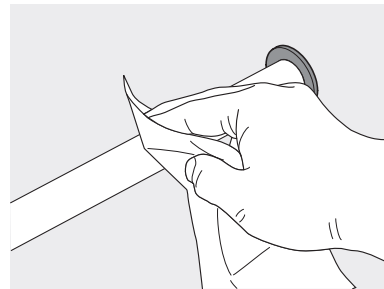

Fig. 16: Reinigen
2. Schmutz am Warenträger vorsichtig mit einem weichen, trockenen Tuch entfernen (Fig. 16).